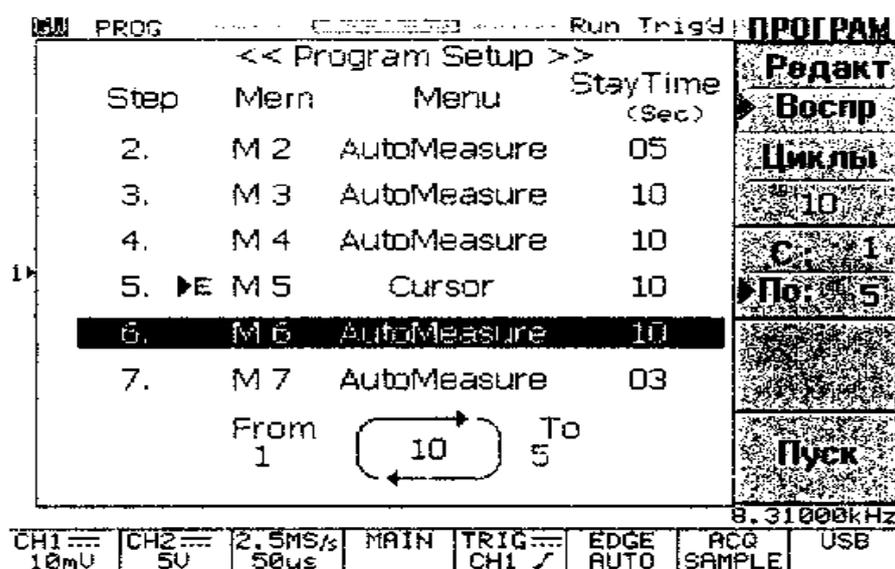

Рисунок 8.35- Окно меню «Программирование» в режиме «Воспроизведение»
**Редактирование/Воспроизведение:** Нажмите кнопку F1 и выберите меню «Воспроизведение». В этом пункте меню задаются условия воспроизведения заранее записанной программы. Окно меню «Программирование» в режиме «Воспроизведение» представлено на рис. 8.35